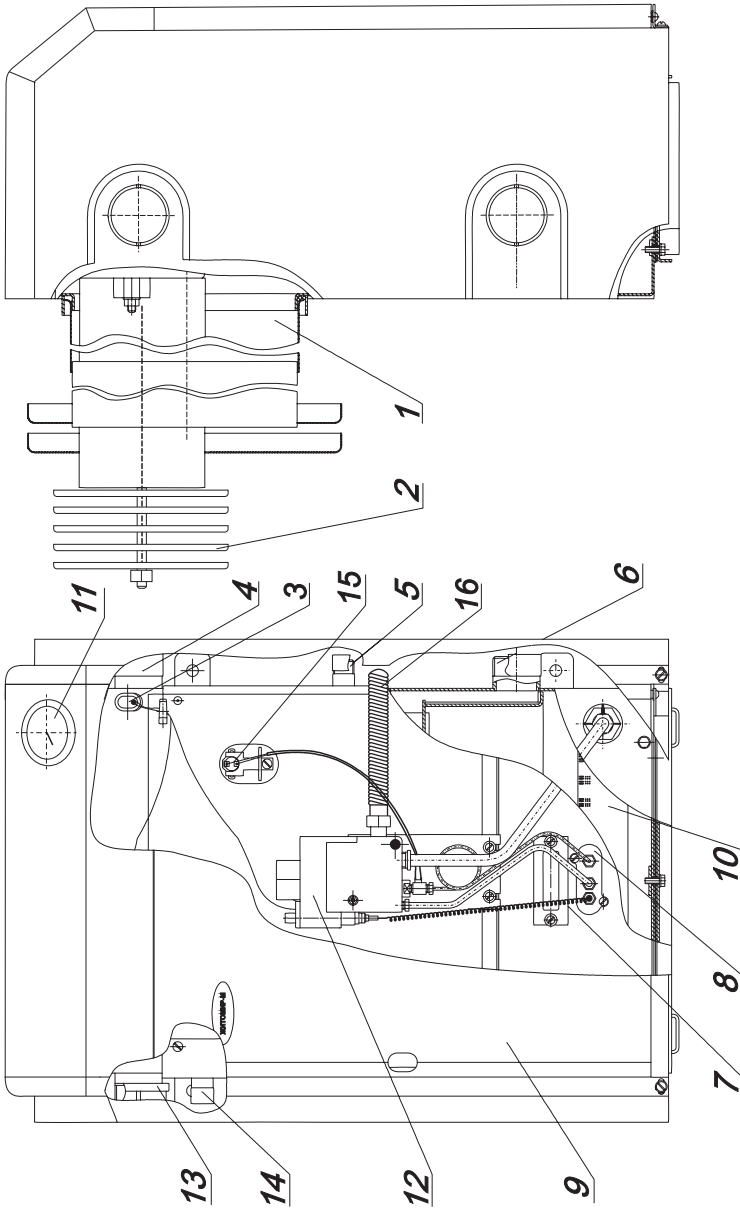

Рис. 1. Устройство изделия
5.1. Изделие (рис. 1) состоит из следующих основных частей: корпуса с герметичной камерой сгорания, дымовоздушного блока, газогорелочного устройства, крышек, закрывающих верхний и нижний проемы корпуса, водонагревателя (для изделий с вторым контуром). Для обеспечения герметичности изделия между корпусом и дымовоздушным блоком, газогорелочным устройством, крышками установлены прокладки из теплоизоляционного материала. Корпус изделия закрыт декоративной облицовкой.
Перед вводом изделия в эксплуатацию необходимо залить 10-15 мл машинного масла в стакан корпуса изделия (поз.3, рис.1)!